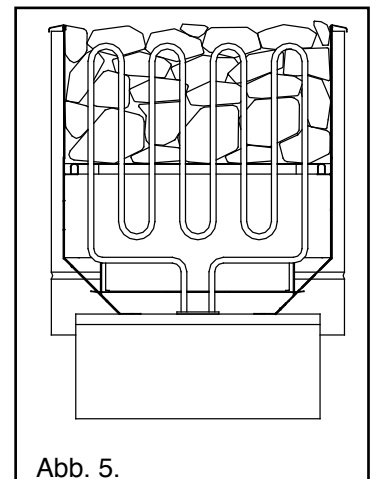

Abb. 5.
- Die Steine müssen die Heizwiderstände vollkommen bedecken (Abb. 5).